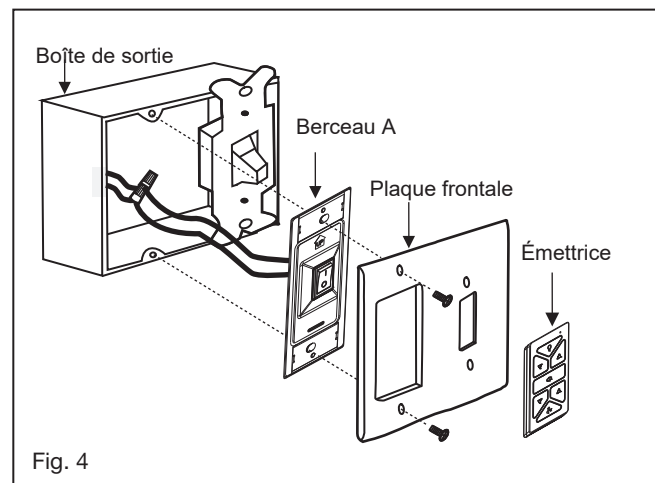

Fig. 4
REMARQUE : La languette opposée à l'ouverture du support de suspension doit s'insérer dans la fente de la boule. (Fig.4)
- 2 Connectez les fils noirs du commutateur dans le berceau A aux fils noirs dans le boîtier de commutation. Fil d'entrée chaud vers l'un des fils du commutateur du socle. Le fil d'alimentation du ventilateur est connecté au fil de l'interrupteur restant. (Fig. 4)
Un flux d'air **VERS LE HAUT** déplace l'air plus chaud hors de la zone du plafond, comme le montre la figure 4. Cela vous permet de régler votre unité de chauffage sur un réglage plus frais sans affecter votre confort.